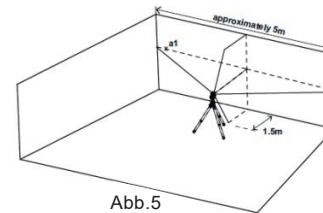

Abb.5
3. Markieren Sie den Punkt a1 an der Wand, in der Mitte der horizontalen Linie am linken Rand der horizontalen Linie (siehe Abbildung 5).